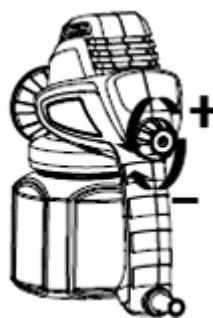

Рис.4
4. Нажмите выключатель краскопульта и вращайте регулирующую ручку (Рис.4) до тех пор, пока не получите требуемую интенсивность распыления и конус распыла не будет иметь желаемую ширину. Туман распыла должен быть однородным, мелкодисперсным, без капель.